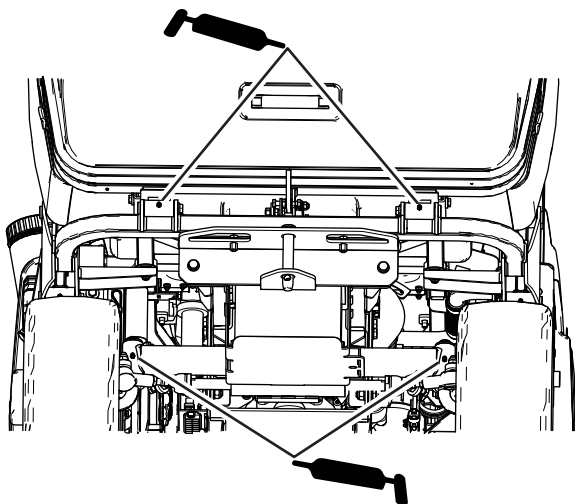

Figura 45
- Pivotes de la tolva y puntos de pivote de dirección (Figura 45)